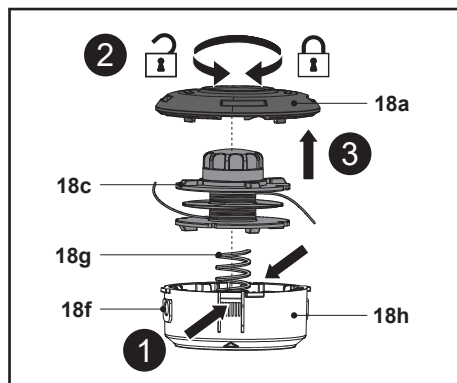

Fig. 26
5. Appuyer sur les languettes (18e) des deux côtés et les maintenir (Fig. 26, étape 1), puis tourner le couvercle (18a) dans le sens antihoraire pour le dégager de la tête de coupe-bordures (18) (Fig. 26, étape 2).
6. Retirer le couvercle(18a) et la bobine de coupe-bordures (18c) du carter (18h) (Fig. 26, étape 3).